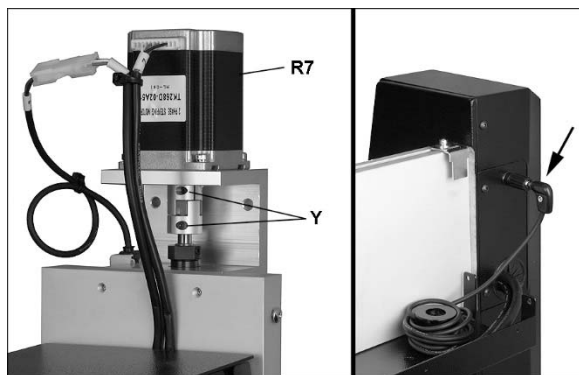

Figura 7-21
5. Instale el motor de paso (R7, Figura 7-21) en la parte superior de la torre del brazo en la orientación mostrada, y apriete los dos tornillos de presión en el acoplamiento (Y). Conecte el cable.
6. El disco de rebote de herramienta se enchufa en el receptáculo en el soporte del brazo (Figura 7-21).